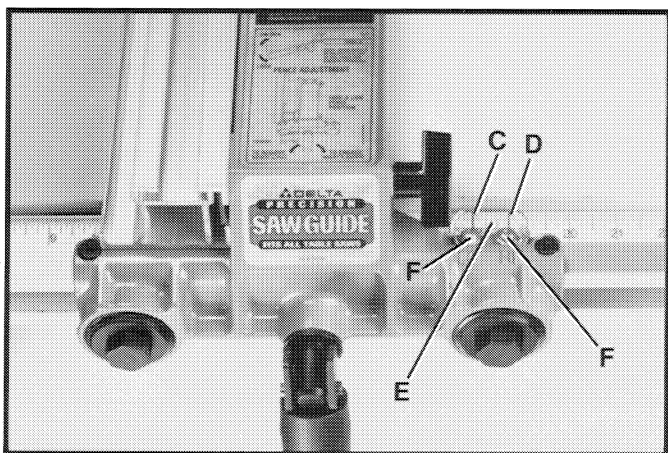

Fig. 73
5. La distancia en que la guía se encuentra colocada de la hoja está indicada por las dos líneas de testigo (C) y (D) Fig. 73, situadas en el cursor (E). Las líneas de testigo (C) y (D) señalan la distancia en que la guía se encuentra posicionada desde la hoja de la sierra. La línea de testigo (C) indica la distancia en que se encuentra alejada la guía de la hoja cuando la guía está en la posición horizontal (baja). La línea de testigo (D) indica la distancia en que se encuentra alejada la guía de la hoja cuando la guía está en la posición vertical (alta). Si resulta necesario ajustar el cursor (E), realice un corte de prueba con la guía en la posición horizontal o vertical, mida la distancia del corte terminado, y mueva el cursor (E) mediante el aflojamiento de los dos tornillos (F) Fig. 73. Una vez completado el ajuste, apriete ambos tornillos (F).